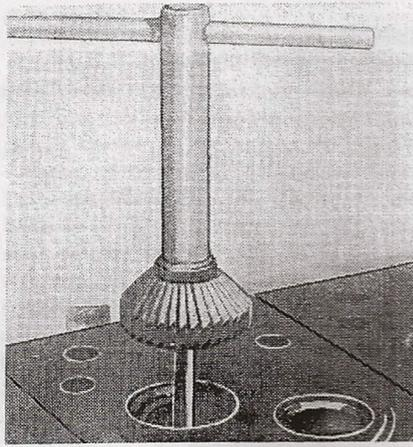

Fig. 45
4. Surfacier les sièges inégaux dans la culasse en se servant d'une fraise à la main (fig. 45, 46).